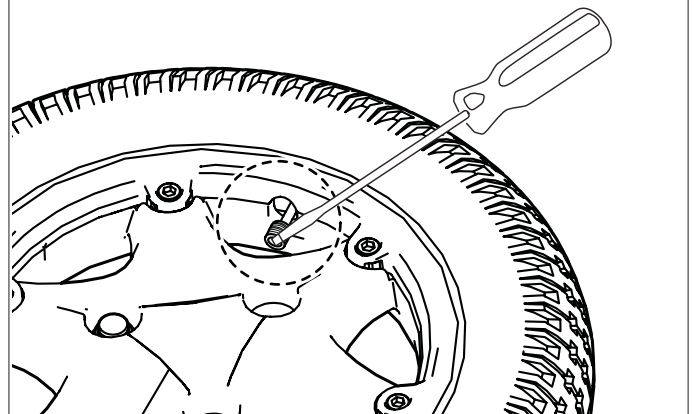

Fig. 8.5
- An der Felge befinden sich 6 Schrauben, diese müssen in der angegebenen Reihenfolge gelöst/angezogen werden (Fig. 8.5).
- Die Schrauben mit einem 5,0mm Inbusschlüssel lösen/festziehen. (Fig. 8.5).
- Die Schrauben in der in Fig. 8.5 gezeigten Reihenfolge anziehen und darauf achten, dass dabei der Schlauch nicht eingeklemmt wird.